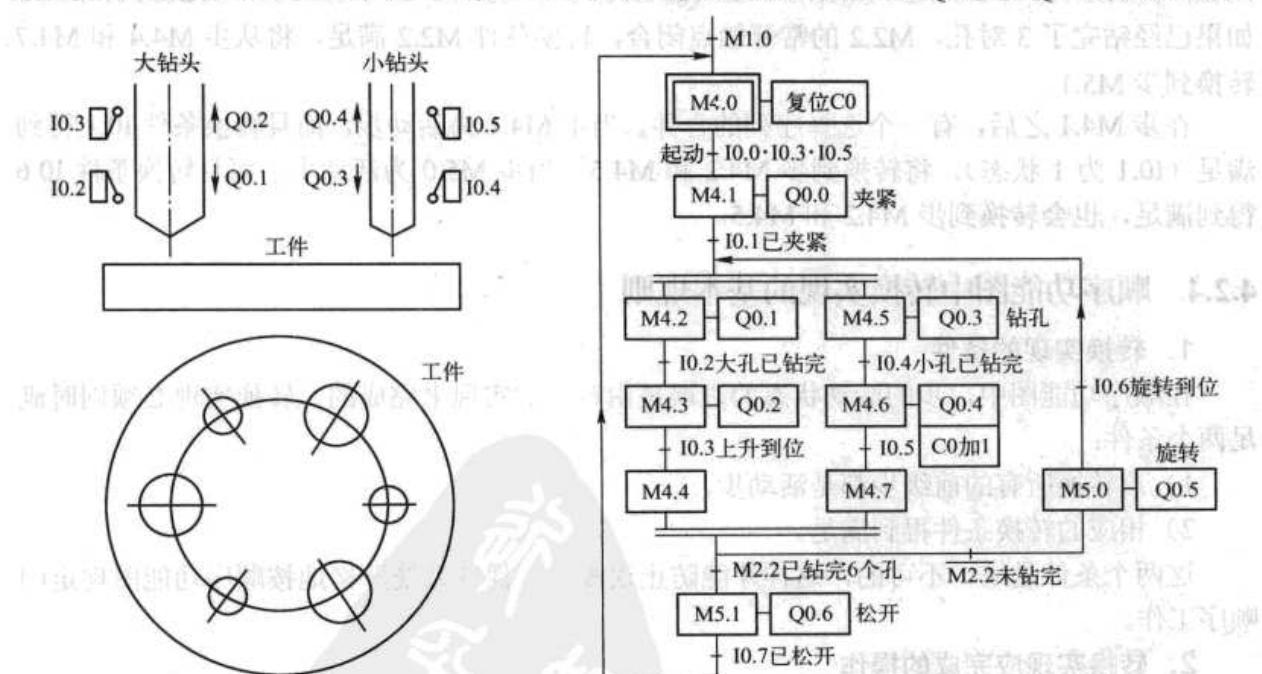

图 4-13 专用钻床控制系统的顺序功能图
某专用钻床用来加工圆盘状零件上均匀分布的 6 个孔 (见图 4-13), 上面是侧视图, 下面是工件的俯视图。在进入自动运行之前, 两个钻头应在最上面, 上限位开关 I0.3 和 I0.5 为 1 状态, 系统处于初始步, 加计数器 C0 被复位, 计数当前值 CV 被清零。用存储器位 M 来代表各步, 顺序功能图中包含了选择序列和并行序列。操作人员放好工件后, 按下起动按钮 I0.0, 转换条件  $I0.0 \cdot I0.3 \cdot I0.5$  满足, 由初始步转换到步 M4.1, Q0.0 变为 1 状态, 工件被夹紧。夹紧后压力继电器 I0.1 为 1 状态, 由步 M4.1 转换到步 M4.2 和 M4.5, Q0.1 和 Q0.3 使两只钻头
4) 自动控制系统应能多次重复执行同一工艺过程，因此在顺序功能图中一般应有由步和有向连线组成的闭环，即在完成一次工艺过程的全部操作之后，应从最后一步返回初始步，系统停留在初始状态（单周期操作，见图 4-9），在连续循环工作方式时，应从最后一步返回下一工作周期开始运行的第一步（见图 4-13）。